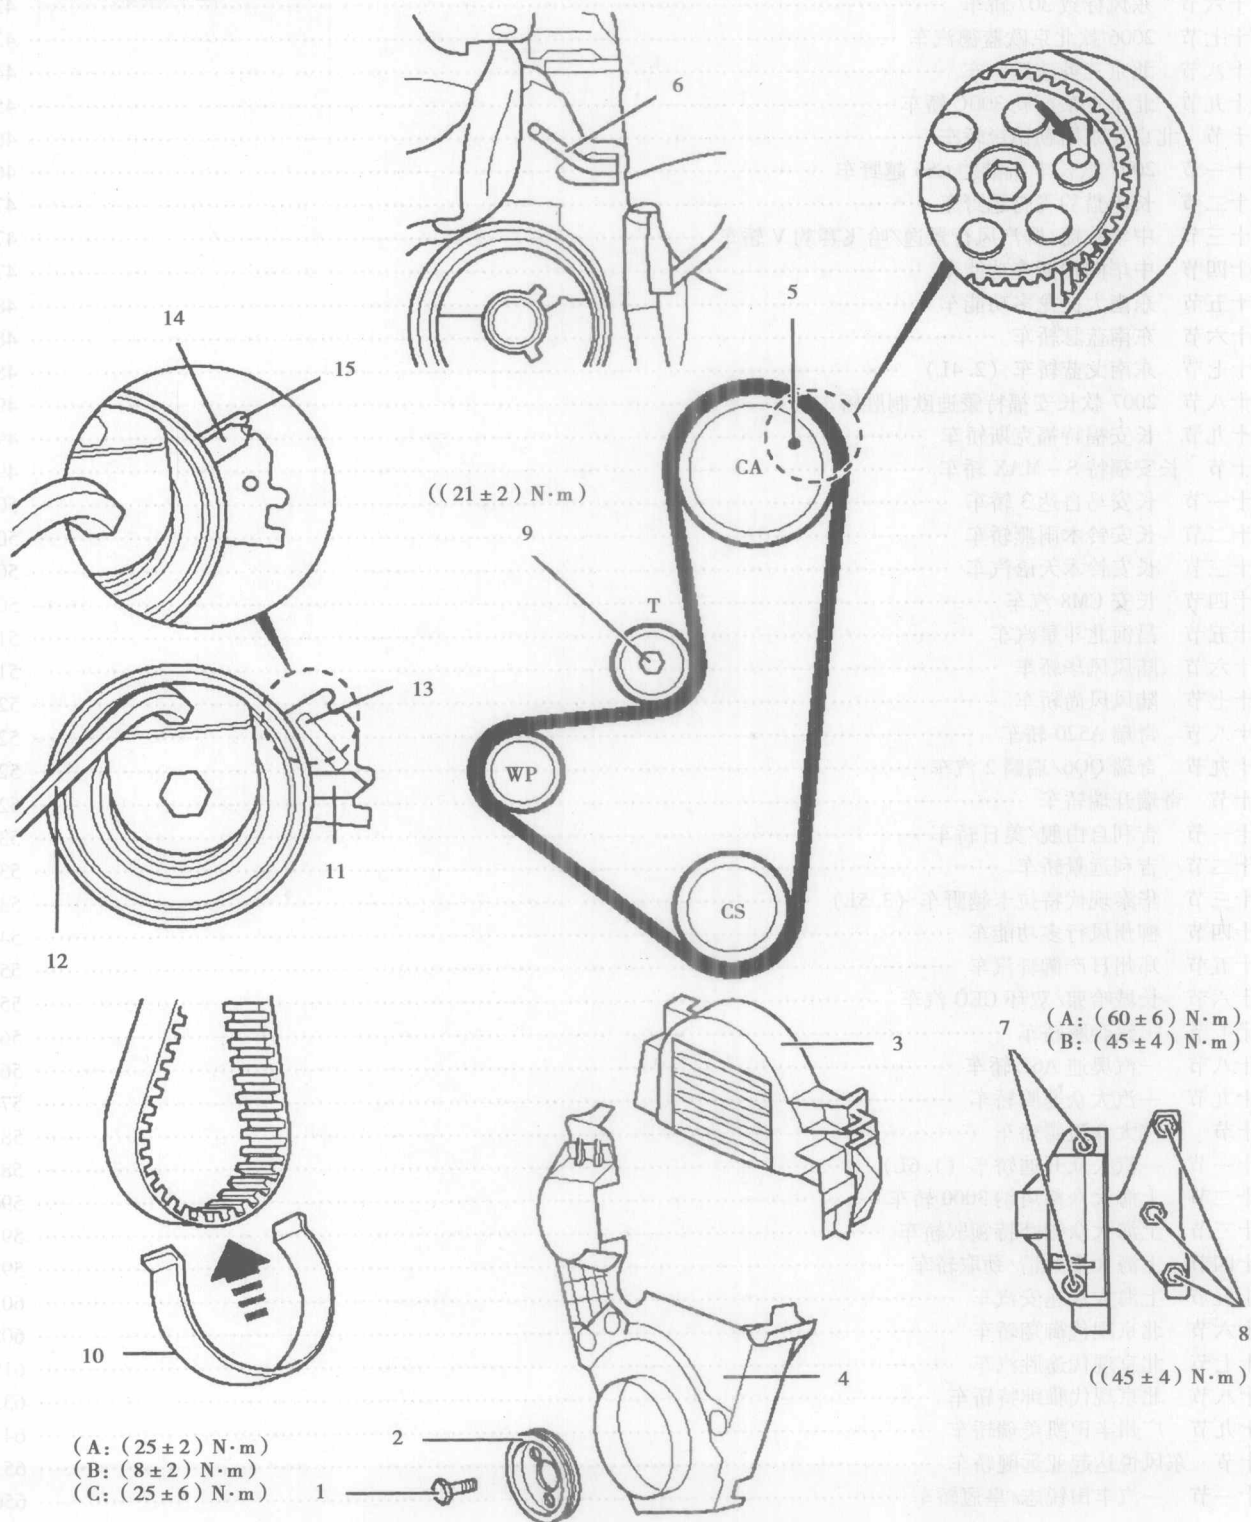

图 1-1-1 示意图
(一) 示意图 (图 1-1-1)
(1) 将车身前端举起并支撑好。
(2) 拆下: (a) 右前轮。(b) 右挡泥板。(c) 辅助驱动带。(d) 曲轴皮带轮螺栓 (图 1-1-1 中的 1)。(e) 曲轴皮带轮。(f) 机油滤清器。
(3) C2/C3/Pluriel: 支撑发动机。
(4) 拆下: (a) C2: 二次空气喷射 (AIR) 泵和支架。
(b) 正时皮带罩 (图 1-1-1 中的 3 和 4)。
(5) 顺时针转动曲轴, 使曲轴位于设定位置。
(6) 在凸轮轴链轮的相关位置 (图 1-1-1 中的 5) 上插入正时销。
(7) 插入飞轮正时销 (图 1-1-1 中的 6)。
(8) C2/C3/Pluriel: 拆下 (a) 右发动机座螺栓 (图 1-1-1 中的 7 和 8)。(b) 右发动机座。(c) 右发动机座支架螺栓。(d) 右发动机座支架。
(9) 拧松张紧轮螺母 (图 1-1-1 中的 9), 以便使皮带放松。
(10) 把张紧轮从正时皮带上移开, 轻轻拧松螺母 (图 1-1-1 中的 9)。
(11) 拆下正时皮带。
(1) 检查张紧轮是否转动平顺。
(2) 确保正时销在指定的位置 (图 1-1-1 中的 5 和 6)。
(3) 将正时皮带装到凸轮轴链轮上。
(4) 用保持夹将正时皮带夹紧到凸轮轴链轮上。
(5) 逆时针方向安装正时皮带。确保正时皮带在各链轮之间拉紧。
(6) 拆下: (a) 正时销 (图 1-1-1 中的 5 和 6)。(b) 保持夹 (图 1-1-1 中的 10)。
(7) 安装新的张紧轮螺母 (图 1-1-1 中的 9), 用手拧紧。
(8) 转动张紧轮, 直到指示器指到图 1-1-1 中 11 所示的位置。使用六角扳手 (图 1-1-1 中的 12)。
(9) 插入张紧轮夹持工具 (图 1-1-1 中的 13)。
(10) 暂时拧紧张紧轮螺母 (图 1-1-1 中的 9), 拧紧力矩: $10\text{N} \cdot \text{m}$ 。
(11) 顺时针旋转曲轴 4 圈, 使曲轴位于设定位置。
(12) 插入正时销 (图 1-1-1 中的 5 和 6)。
(13) 拆下正时销 (图 1-1-1 中的 5 和 6)。
(14) 利用六角扳手 (图 1-1-1 中的 12) 使张紧轮保持在适当的位置。拧松张紧轮螺母 (图 1-1-1 中的 9)。
(15) 拆下张紧轮夹持工具 (图 1-1-1 中的 13)。
(16) 用六角扳手 (图 1-1-1 中的 12) 转动张紧轮, 直到指示器指在图 1-1-1 中 14 所示的位置。
(17) 若指示器超过标记 (图 1-1-1 中的 15), 则重复张紧过程。